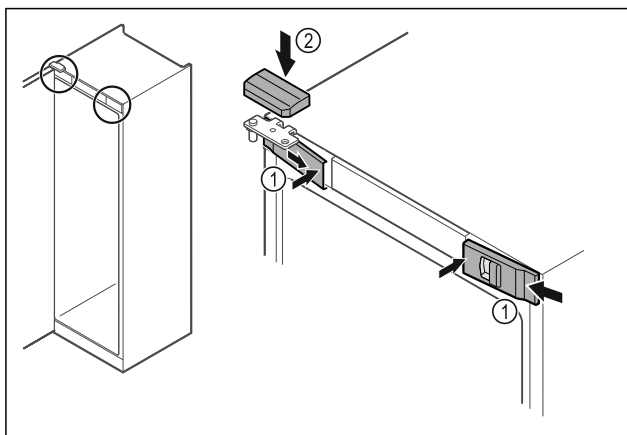

Fig. 55
- ▶ Haka fast skydden fram Fig. 55 (1) på sidan och sätt på dem på insidan.
- ▶ Sätt på det övre skyddet Fig. 55 (2) uppifrån.